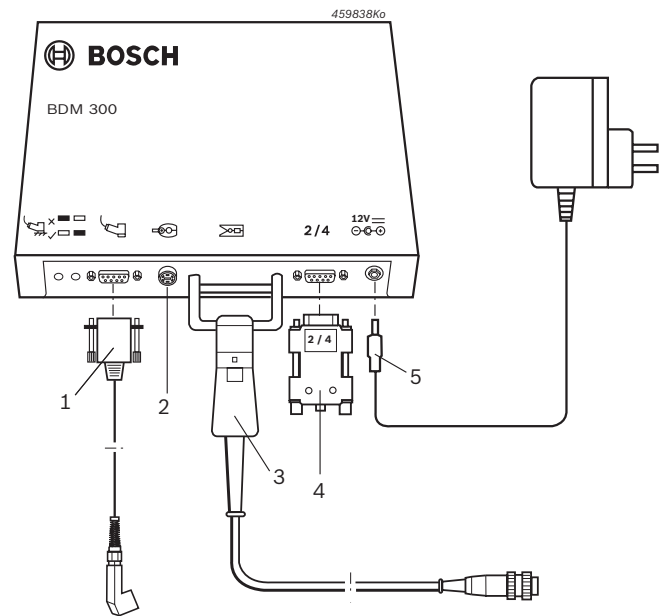

Fig. 4: Aansluitschema
i Bij dieselloertuigen kan ook de verbindingskabel klemsensorsignaal (1 684 460 283) worden gebruikt. Daarbij moet de metalen stekkerkant van de verbindingskabel klemsensorsignaal op de Bosch-tester en de kunststof stekkerkant op de BDM 300 worden aangesloten. Aanvullend moet beslist de accupoolklem B- van de Bosch-tester over de metalen behuizing van de combisensor (afb. 4, pos. 1) worden geklemd.